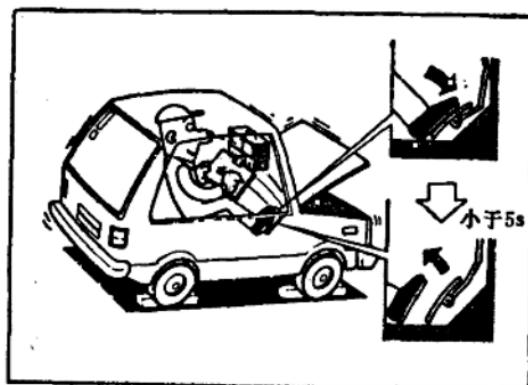

图4 稍“轰”油门并抬起离合器踏板
③稍微“轰”一下油门，抬起另一只踩在离合器踏板上的脚使离合器接合（图4）。
④此时，若发动机灭火，说明离合器无打滑故障。
⑤但是，若约3秒钟后发动机熄火，则证明这种熄火症状是离合器开始打滑的前兆。
⑥反之，若发动机不熄火继续运转，可断言离合器打滑。
⑦确诊离合器打滑，可对离合器踏板自由行程进行检查。离合器打滑故障大多是因踏板自由行程过小或无自由行程所致。